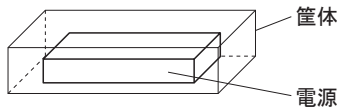

図3.2 電源取り付け例
■図3.2のように、電源が密閉空間で使用された場合、冷却が十分でない可能性がありますので、項3.2のポイントA、ポイントBの温度をご確認の上ご使用ください。